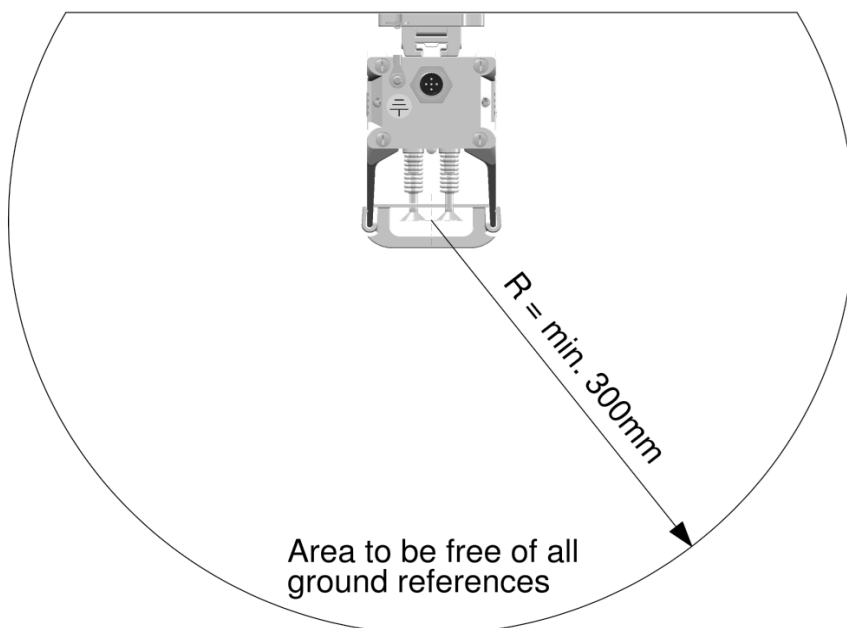

Figure 6
- Pour les distances minimales, cf. Figure 6.